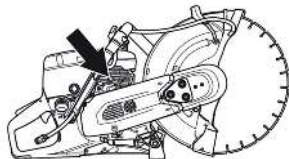

Рис. 27
2. Утопите клавишу клапана декомпрессора (клапан автоматически закроется при запуске) (рис. 27);